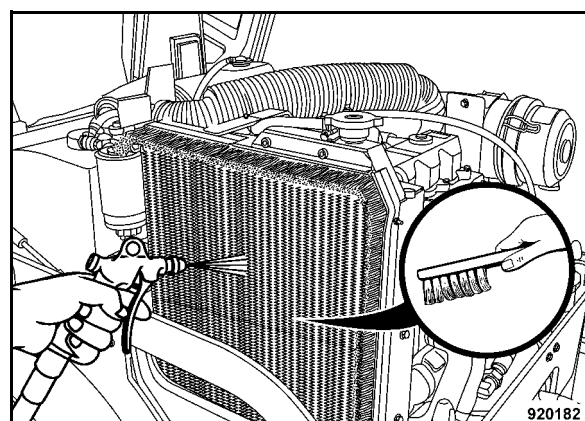

Fig. 100
- Insufflare aria per pulire il radiatore dell'olio idraulico (Fig. 100) iniziando dal lato dell'aria immessa.